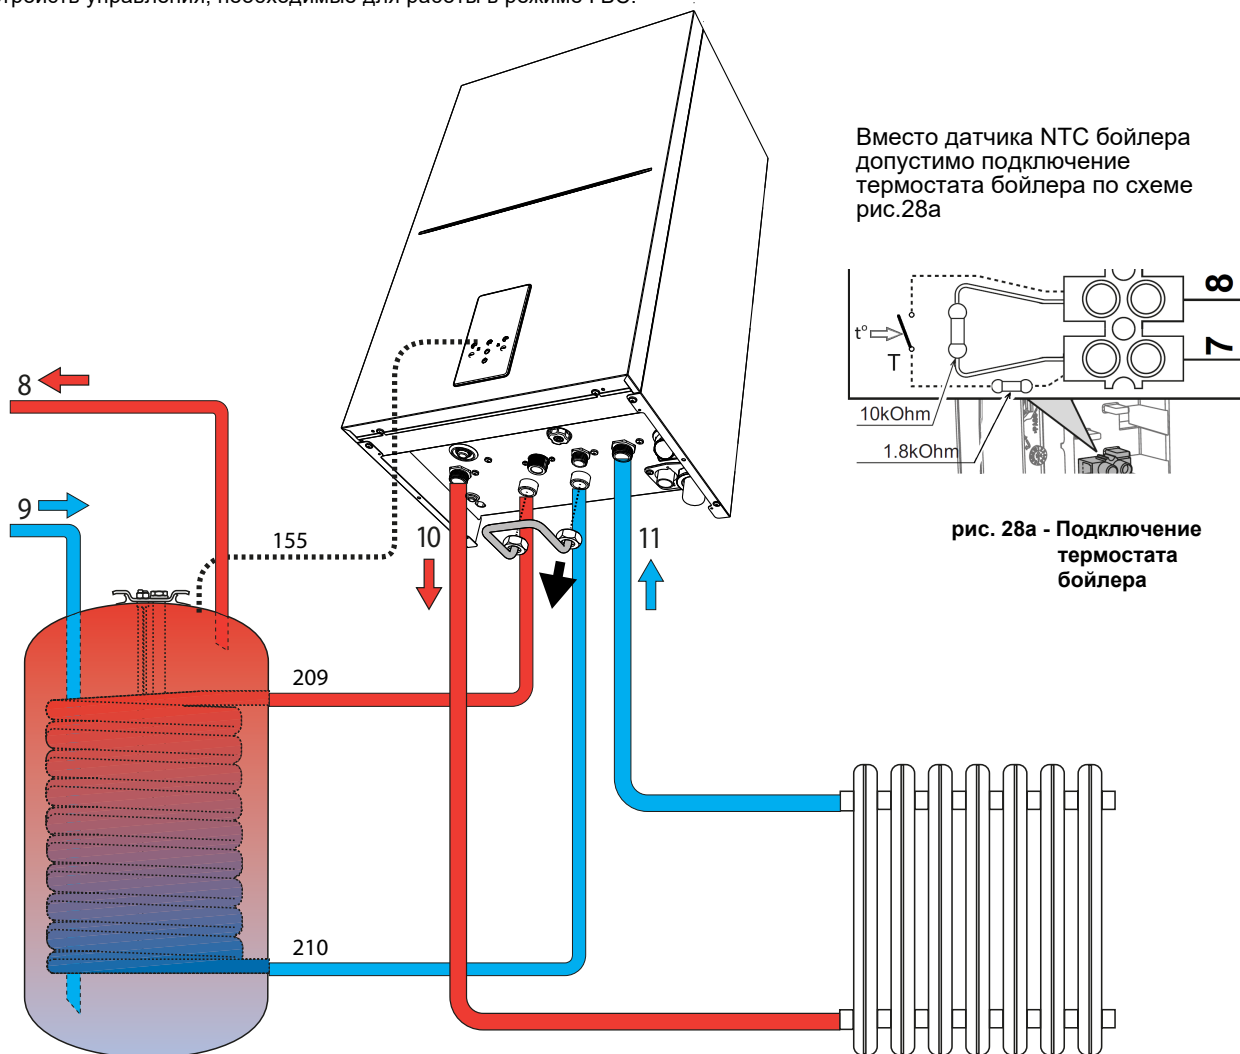
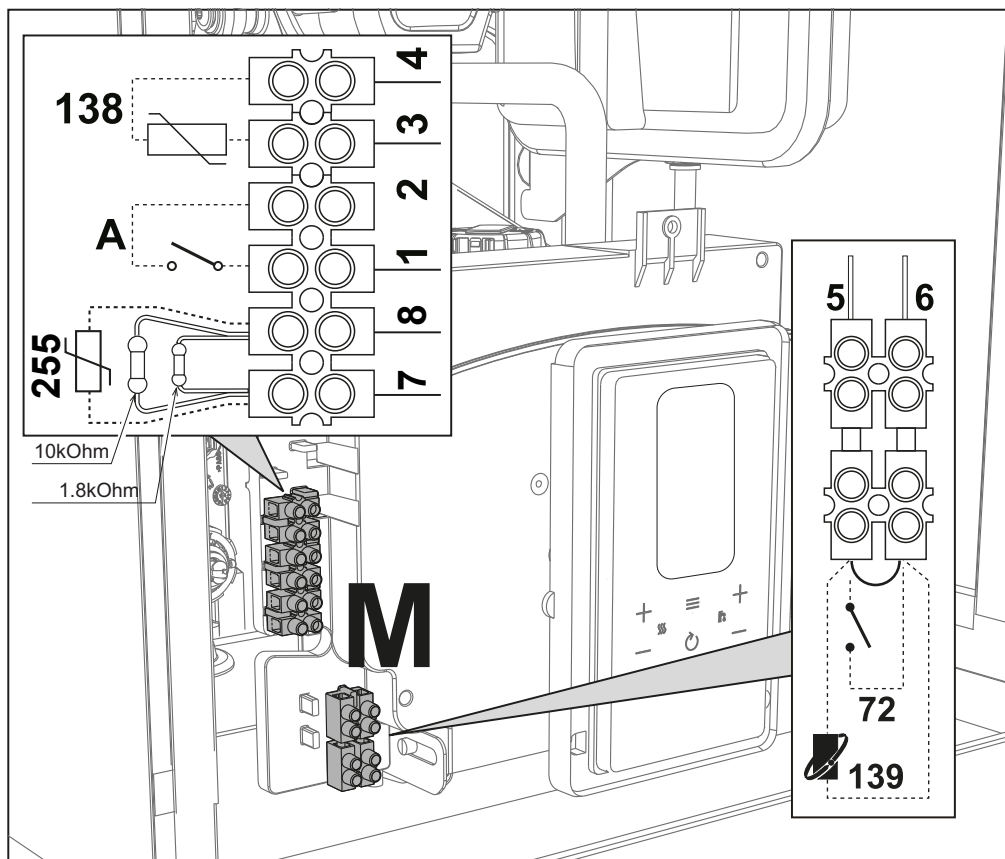
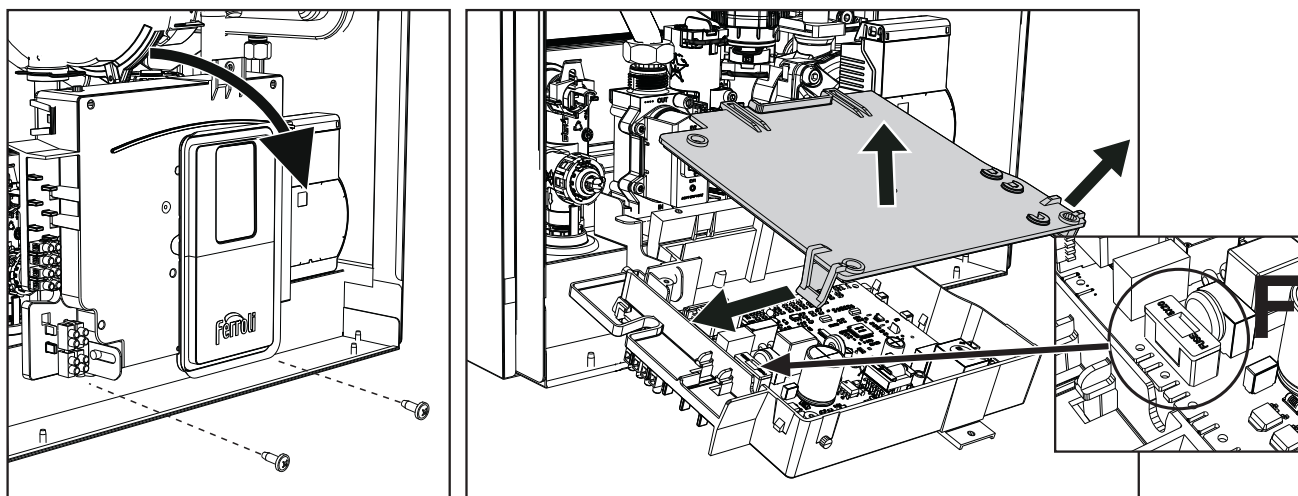

рис. 28- Схема соединений с внешним бойлером
рис. 29
рис. 30
Электронная плата котла предназначена также для управления внешним бойлером для производства воды ГВС. Соединения труб системы отопления и ГВС должны быть выполнены в соответствии со схемой рис. 28. Выполните электрические подключения в соответствии с электрической схемой на рис. 77. Для этой цели необходимо использовать датчик температуры воды в бойлере (код 1KWMA11W (2м) или 043005XO (5м)), подключив его к клеммам 7-8 соединительной колодки котла **вместо** двух резисторов (рис.29). При следующем включении агрегата система управления опознает датчик бойлера и автоматически настраивается на работу с ним, вызывая активацию дисплея и устройств управления, необходимые для работы в режиме ГВС.
После снятия передней панели ("Открытие передней панели" на стр. 44) можно получить доступ к клеммным колодкам (M) и предохранителю (F), следуя инструкциям, описанным ниже (рис. 29 и рис. 30). Клеммы, указанные на рис. 29, должны иметь чистые контакты (не 230 В). Расположение зажимов и их назначение показаны также на электрической схеме на рис. 77.
Конфигурация выключателя ON/OFF (А рис. 29)**Таблица 4- Настройки выключателя А**